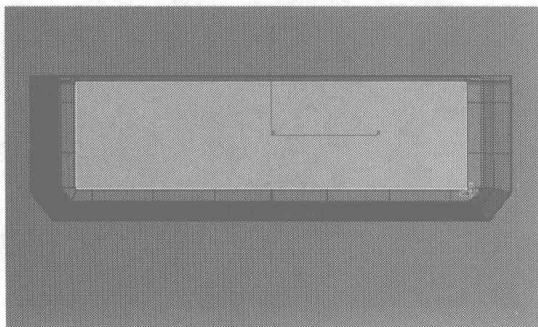

图 4.361
- 29** 在 Create 控制面板中单击 **Box** 按钮，再在工具栏中单击  按钮，在 Bottom 视图中如图 4.361 所示的位置建立一个 Box 物体，单击右键，在弹出的快捷菜单中选择 Convert to Editable Poly 命令，将其转换为可编辑的 Polygon 模型。